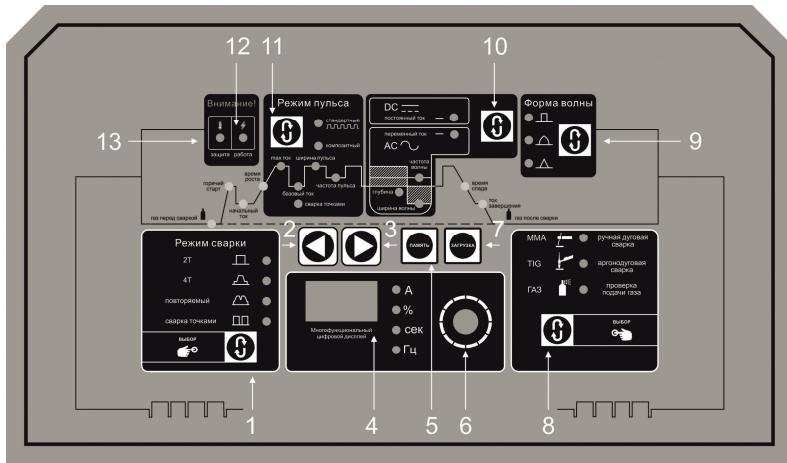

Рис.3. Панель управления
1. Нажмите кнопку «ЗАГРУЗКА» (Рис.3, п.7) для выбора номера программы. Для перехода к следующей или другой программе нажмите на кнопку «ЗАГРУЗКА» повторно.
1. Выберите номер программы для выбранного параметра при помощи кнопки «ЗАГРУЗКА» (Рис.3,п.7).
2. Установите значения параметров при помощи ручки выставления параметров (Кодера) (Рис.3,п.6). Переход к выбранному параметру осуществляется при помощи кнопок выбора параметров (Рис.3,п.2,3).
3. Сохраните выбранный номер программы для выбранного и установленного параметра в памяти, нажав кнопку «ПАМЯТЬ» (Рис.3,п.5). Дисплей замигает, указывая на сохранение номера программы в памяти сварочного аппарата (Рис.3,п.4).
С помощью переключателя режимов выберите режим TIG (Рис.3, п.8).
Откройте вентиль на газовом баллоне. Для подачи газа нажмите кнопку на горелке и установите расход защитного газа с помощью редуктора. Проверьте подачу газа нажатием кнопки проверки газа (Рис.3, п.8). Установите значение тока в соответствии с толщиной заготовки и видом материала (смотрите таблицы 5-9 в разделе "В помощь сварщику").